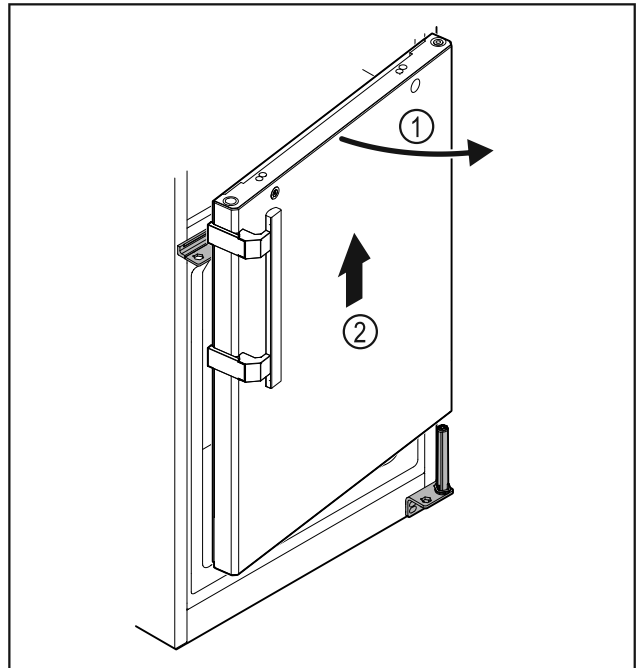

Fig. 34
- ▶ Ανοίξτε λίγο την πόρτα Fig. 34 (1), σηκώστε τη περίπου 200 mm ευθεία προς τα επάνω και αφαιρέστε τη Fig. 34 (2).